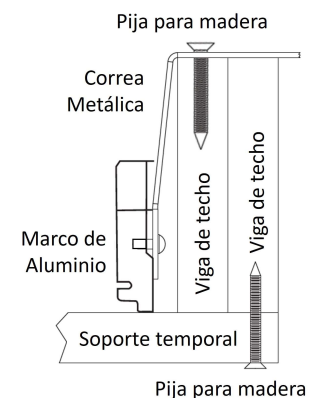

FIGURA 16
L. Instalador #2: Despliegue las correas metálicas de 14" y dóblelas sobre las vigas del techo. Atorníllelas con las pijas para madera a través del orificio de 1/4" en la correa metálica y la viga de madera. Ver **Figura 15** y **Figura 16**. Asegúrese que las correas estén apretadas para soportar el peso de la escalera de ático.